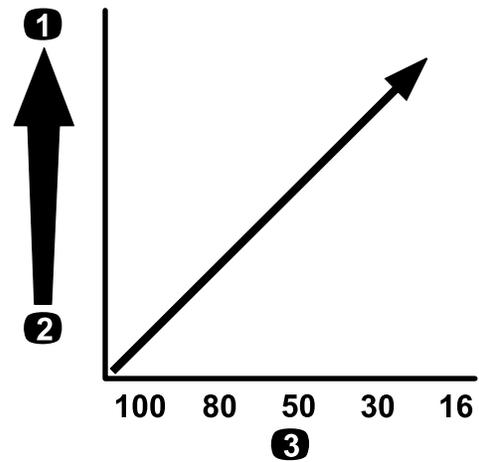

**Figura 23**
**Importante:** Quando pulveriza com soluções ou químicos de maior viscosidade (mais espessos) com pós solúveis, talvez precise de utilizar uma rede de filtro mais grossa para o filtro de pressão opcional; consulte Figura 23.